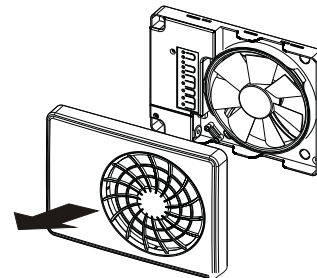

Abb. 4
- Nehmen Sie die Vorderabdeckung durch Kippen der Front über die Schnappverschlüsse unten und oben ab. Abb. 4